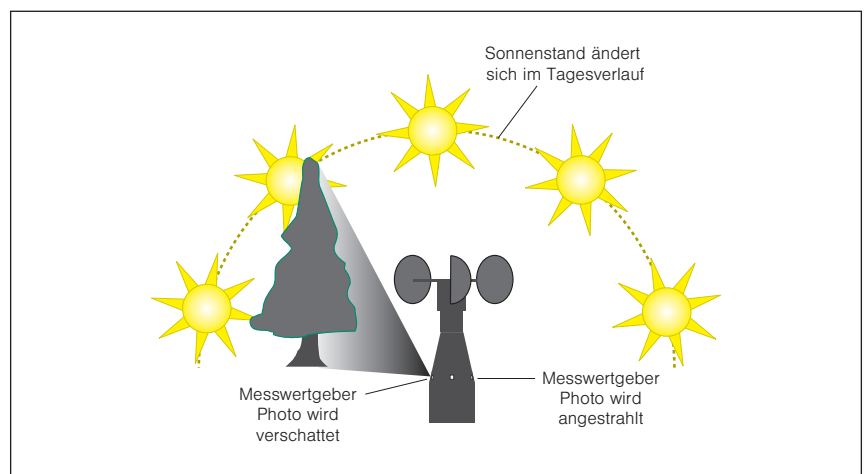

Abb. 6 Pflanzen oder Gebäude können im Tagesverlauf den Messwertgeber Photo verschatten
- Bäume, Sträucher oder Gebäudeteile können den Messwertgeber im Laufe des Tages verschatten (siehe Abb. 6). Der Messwertgeber kann dann keine exakten Messwerte liefern, das Messergebnis wird verfälscht. Wählen Sie deshalb den Montageort sorgfältig aus.